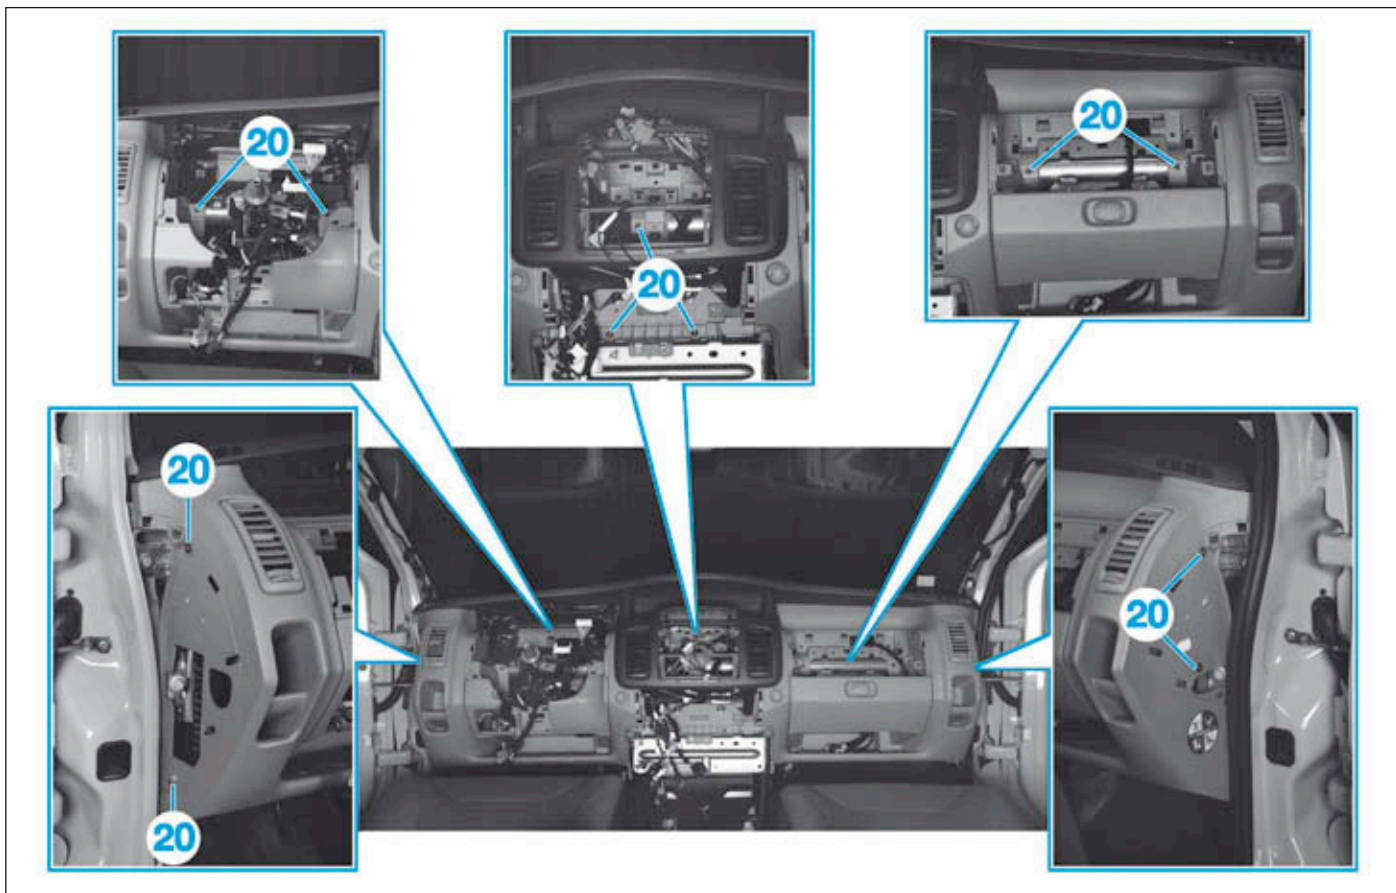

FIG.28
- Déposer les vis (20) de la planche de bord (Fig.28).